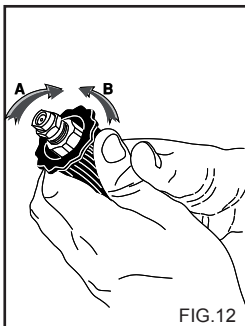

FIG.12
UTILIZAÇÃO DA CABEÇA REGULÁVEL (fig. 12).
2) Ligue a máquina de lavar, abra a torneira de detergente (se estiver presente), active o comando de sucção do detergente colocado na lança (fig. 12) e espalhe a solução sobre a superfície a lavar de baixo para cima. Deixe agir por alguns minutos.